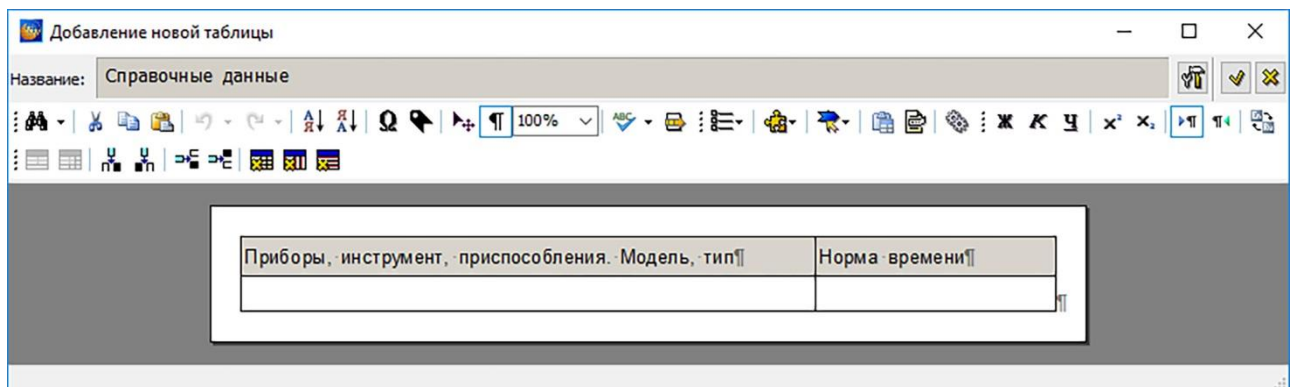

Рисунок 405
7) Закройте окно **Просмотр таблицы**. В диалоговом окне **Свойства таблицы** нажмите на кнопку **Применить**. При этом появится диалоговое окно **Добавление новой таблицы** (рисунок 405). Инструменты диалогового окна «Добавление новой таблицы» рассмотрены в разделе 15.6.9.9 «Инструменты диалогового окна «Добавление новой таблицы»».